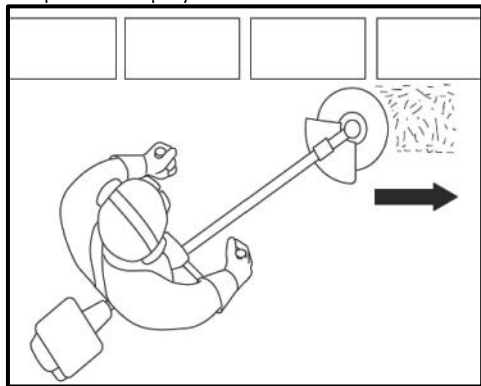

Рис. 30
- При скошуванні трави на ділянках, які прилягають до огорож, парканів, кам'яних стін та фундаментів, ведіть ріжучий елемент в напрямку, як зображено на Рис. 30, намагаючись зрізати траву якнайближче до перешкоди, але не торкаючись її ріжучим елементом.